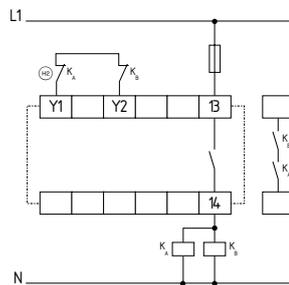

Fig. 8
**Comando de dois canais com circuito de retorno (ver Fig. 8)**